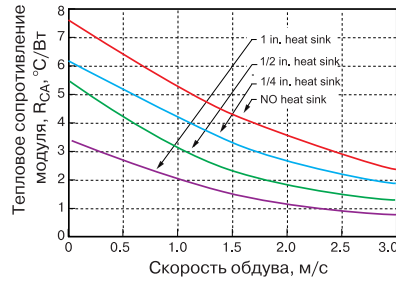

Рис. 13. Графики зависимости теплового сопротивления модуля от скорости обдува и высоты теплоотвода
рис. 13. Наивысшее значение теплового сопротивления соответствует условиям естественной конвекции. Приведенные на рис. 13 графики соответствуют различным условиям обдува при изменении высоты теплоотвода.
Из рис. 13 находим, что без применения теплоотвода скорость обдува (V) должна быть больше 3 м/с, с теплоотводом высотой 0.25 дюйма $V=3.0\text{ м/с}$, 0.5 дюйма – $V=2\text{ м/с}$, 1.0 дюйм – $V=1.2\text{ м/с}$. Таким образом, при конструировании устройства возможен выбор оптимальных условий отвода тепла.
скоростью обдува, например, $V=2\text{ м/с}$, тогда при тех же рабочих условиях и найденных из графиков рис. 13 значениях R_{CA} (без теплоотвода $R_{CA}=3.8\text{ }^\circ\text{C/Вт}$, с теплоотводом высотой: 0.25 дюйма $R_{CA}=2.8\text{ }^\circ\text{C/Вт}$, 0.5 дюйма – $R_{CA}=2.0\text{ }^\circ\text{C/Вт}$, 1.0 дюйм – $R_{CA}=1.2\text{ }^\circ\text{C/Вт}$) максимальная температура корпуса модуля, определенная из формулы